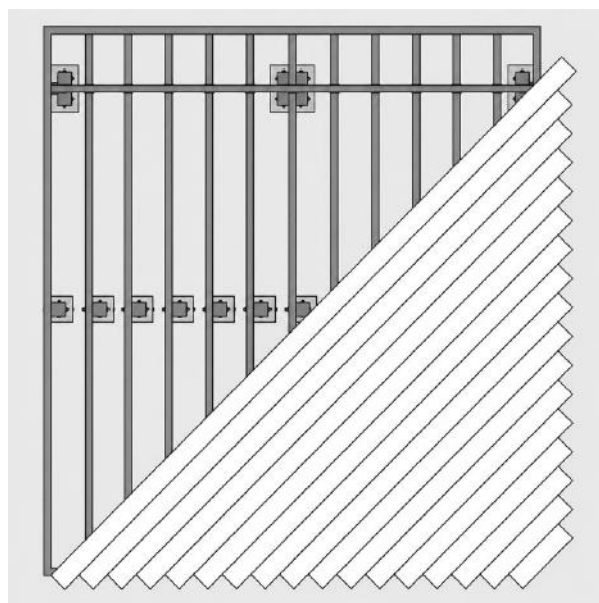

FIG. 12 – TABLAS COLOCADAS PROGRESIVAMENTE HACIA LAS ESQUINAS
- 02 Después de colocar la tabla central, coloque progresivamente cada tabla hacia el exterior en dirección a las esquinas de la subestructura (fig. 12): los recortes de las tablas pueden conservarse y utilizarse para rematar las esquinas; deje un ligero voladizo sobre el borde de la subestructura.